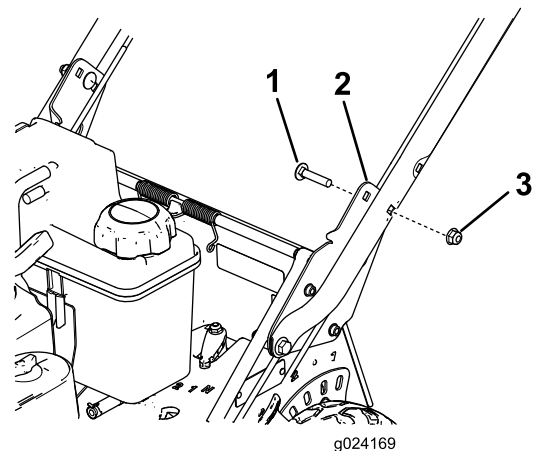

Figure 6
- Support de guidon (2)
- Fixez le guidon sur ses supports à la hauteur qui convient au moyen de 2 boulons de carrosserie (5/16 x 1½ po) et 2 écrous à embase (5/16 po), comme montré à la Figure 6.